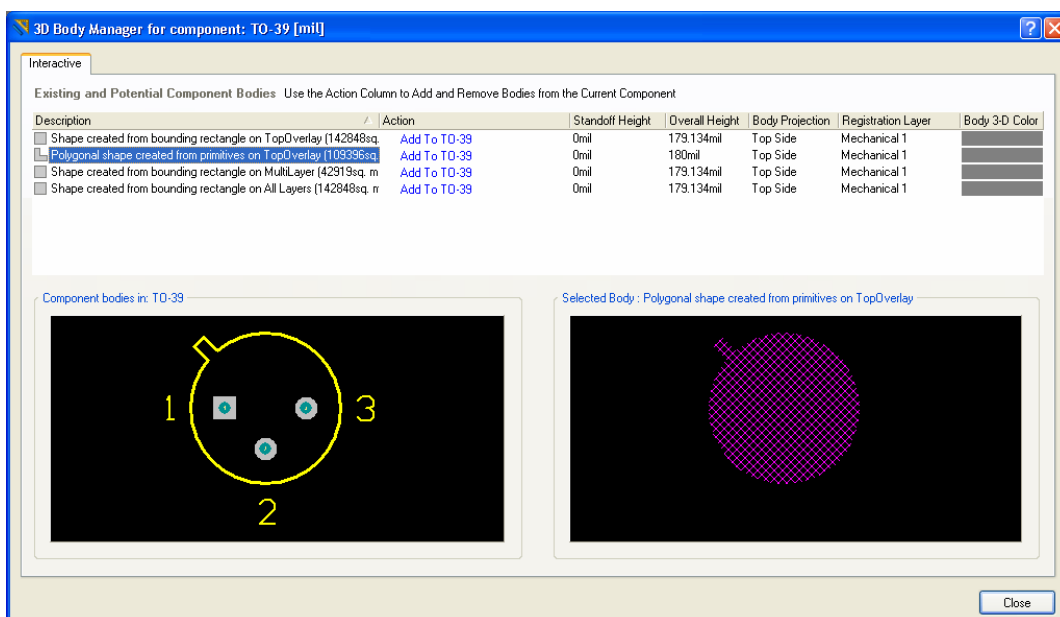

図 60 3D Body Manager ダイアログを使って、既存のプリミティブから 3D ボディオブジェクトをクイック作成
3. コンポーネントのシルク外形に基づいた形状を作成するには、リストに表示される 2 番目のオプション、**Polygonal shape created from primitives on TopOverlay**を使用します。ダイアログのこの行で、**Action** 行の **Add to (component\_name)**をクリックし、**Registration Layer** をボディオブジェクトが配置されるメカニカルレイヤに設定します（この場合は *Mechanical1*）。**Overall Height** に適当な値、たとえば 180mil に設定。**Body 3D Color** は適当な色に設定します。図 60 をご覧ください。リストをスクロールして、コンポーネントモデルを定義するのに使いたい、いずれかの閉じたポリゴンを選択します。